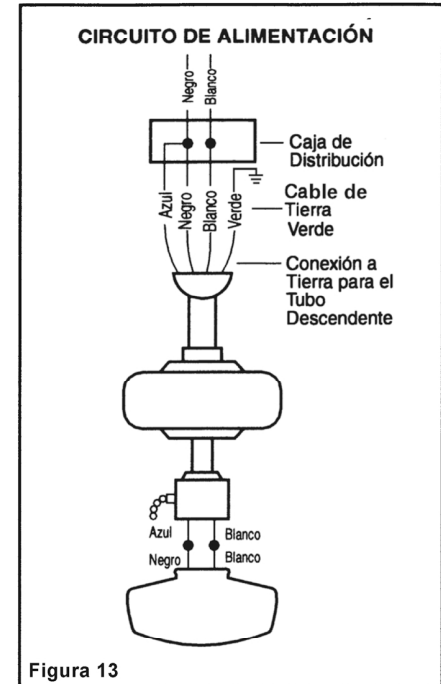

Figura 13
Paso 1 Conectar el conductor de tierra del suministro de 120 voltios (este puede ser un cable descubierto o un cable con aislación verde) al (los) cable (s) verde de tierra del ventilador (Figura 13).